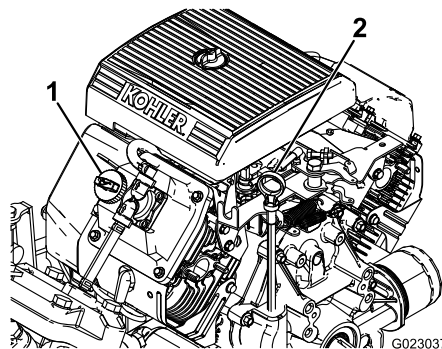

Figura 42
2. Scoateți joa i tergeți-o cu o lavetă curată (Figura 42). Introduceți joa în tub i asigurați-vă că este introdusă complet. Îndepărtați joa de ulei și verificați nivelul uleiului.
3. Dacă nivelul uleiului este scăzut, scoateți capacul buonului de la capacul valvei (Figura 42) i adăugați ulei în deschidere până când nivelul ajunge la marcajul FULL (PLIN) de pe joa. Adăugați uleiul încet i verificați nivelul des în timpul acestui proces. Nu umpleți excesiv.
8. Turnați încet aproximativ 80% din cantitatea specificată de ulei în tubul de umplere cu ulei (Figura 42).